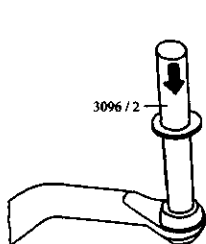
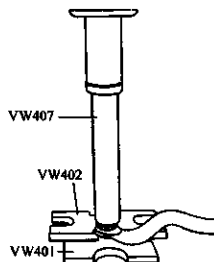

图 3-177 压出稳定杆橡胶轴承
图 3-178 压入稳定杆橡胶轴承
3) 更换横向稳定杆橡胶轴承 如图 3-177 和图 3-178 所示压出、压入横向稳定杆橡胶轴承。